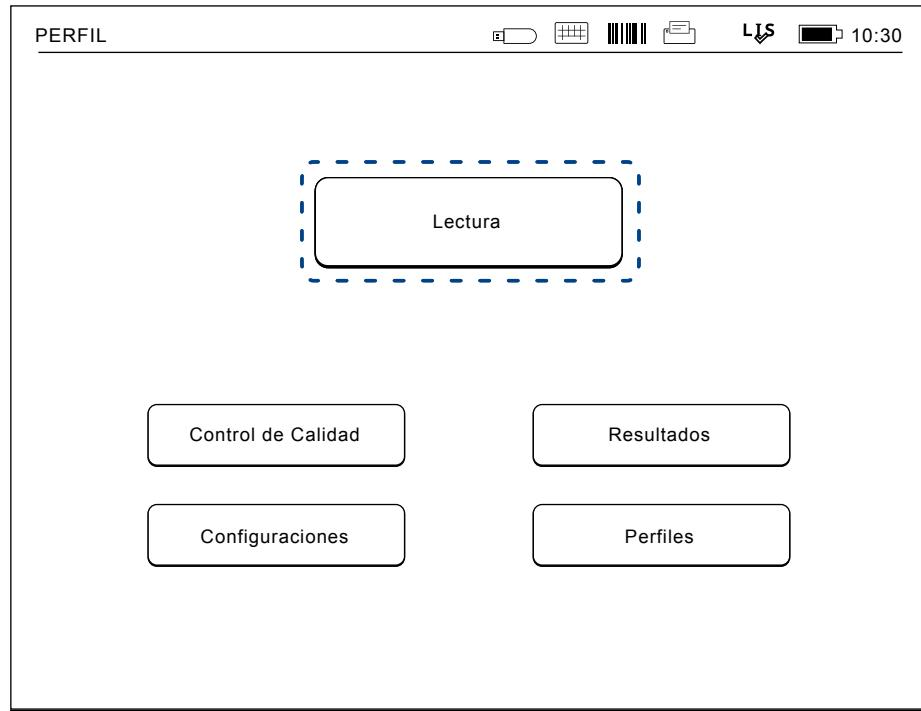

Imagen 18
1. Elija *Lectura* en el menu principal y siga las instrucciones de la pantalla (vea **Imagen 18**).